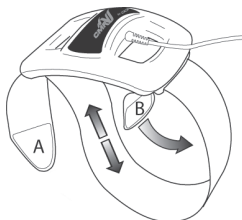

Afbeelding 5
7. Plaats de spoel op een stabiel oppervlak met het zachte gedeelte omhoog wijzend. (Afbeelding 5)